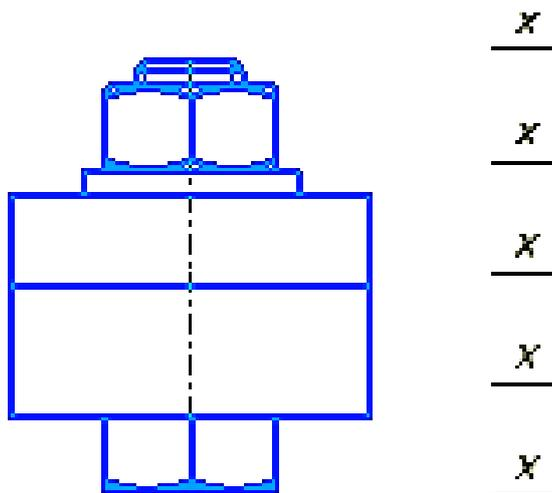

Рис. 110. Размещение положения номеров позиции
23. В поле «Отступ» диалогового окна «Автонумерация позиций» введите значение 10 мм. В области «Размещение» диалогового окна «Автонумерация позиций» нажмите кнопку «Выбор размещения». Переместите курсор на лист чертежа. При перемещении курсора номера позиций располагаются ближе или дальше от центра вида (рис. 110).